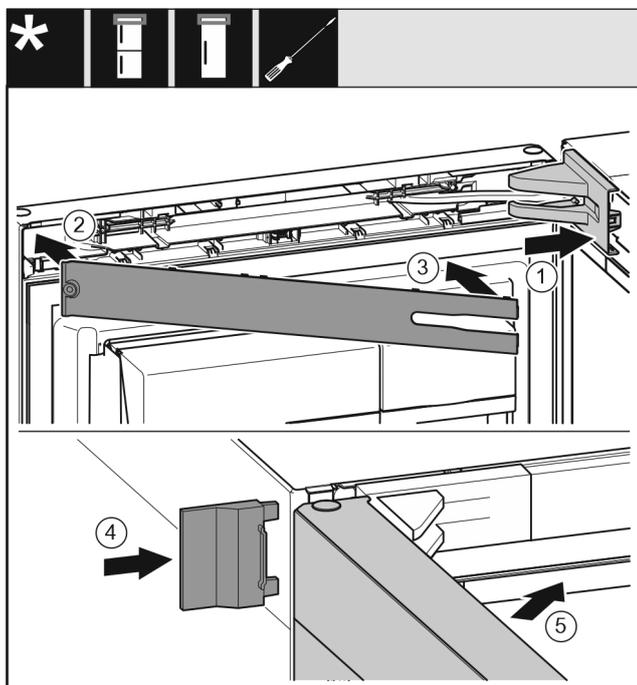

Fig. 26
- ▶ Крышку опорного кронштейна установите и зафиксируйте, при необходимости осторожно разожмите. Fig. 26 (1)
- ▶ Установите накладку. Fig. 26 (2)
- ▶ Наклоните и зафиксируйте накладку. Fig. 26 (3)
- ▶ Надвиньте внешнюю крышку. Fig. 26 (4)
- ▶ Закройте верхнюю дверь. Fig. 26 (5)